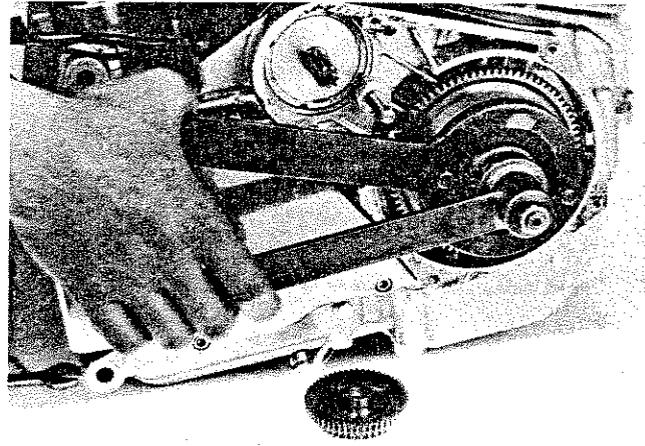
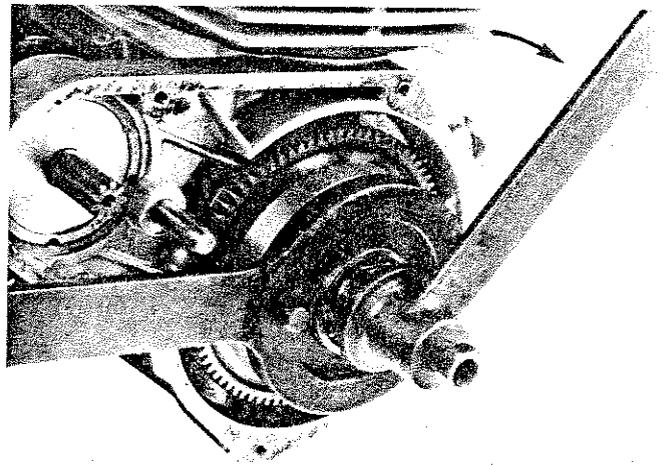

Fig. 96
Fig. 97
- 4) Bloccare la ruota libera con l'attrezzo a doppio uso (Fig. 96), di bloccaggio anche del volano innestare nella ghiera a denti frontali l'apposita chiave accostando, per garantire una presa sicura il dado del volano, quindi allentare la ghiera che è a filettatura SINISTRA (Fig. 97).
- 4) Lock the starting motor clutch using the special double purpose holding tool (Fig. 96) (which is also the flywheel holding tool), and fit the special spanner to the ring nut, lightly screwing the generator rotor securing nut to ensure a good grip. Loosen the ring nut. Caution: This is a LEFT HAND THREAD! (Fig. 97).